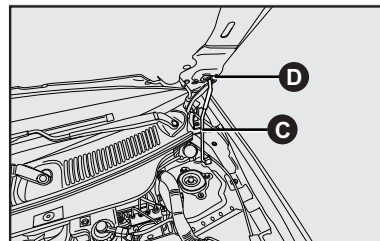

fig. 100
- 3) Levante el capó por la parte central y al mismo tiempo, suelte la varilla de fijación **C-fig. 100** de su dispositivo de bloqueo;
- 4) Introduzca el extremo de la varilla **C** en el alojamiento **D** del capó **fig. 100**.
1) Manténgalo levantado con una mano y con la otra quite la varilla **C-fig. 100** del alojamiento **D** y colóquela en su dispositivo de bloqueo;